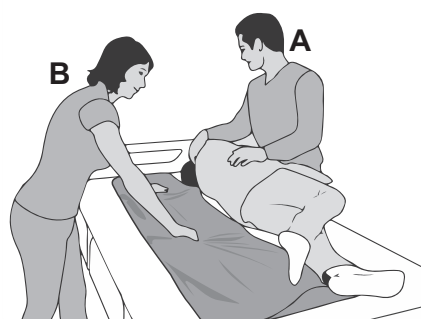

Figura 17
6. (Assistente B) Rimuovere lentamente il telino ad alto scorrimento da sotto il paziente, rimanendo a contatto con la superficie. **(Vedere Figura 17)**